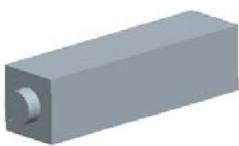

图 19.10 着色后的滑块体积块
(1) 单击 **视图** 功能选项卡 **可见性** 区域中的“着色”按钮 .
(2) 系统自动将创建的滑块体积块 SLIDE_01 着色, 着色后的滑块体积块如图 19.10 所示。
(3) 在 **CntVolSel (继续体积块选取)** 菜单中选择 **Done/Return (完成/返回)** 命令。